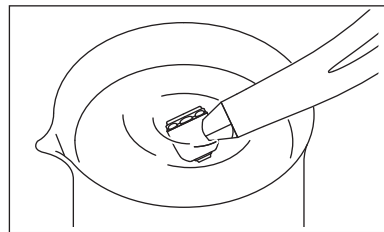

Fig. 3
- 3) Faites tourner la pièce à main et immergez-en la moitié de la tête. (Fig.3)